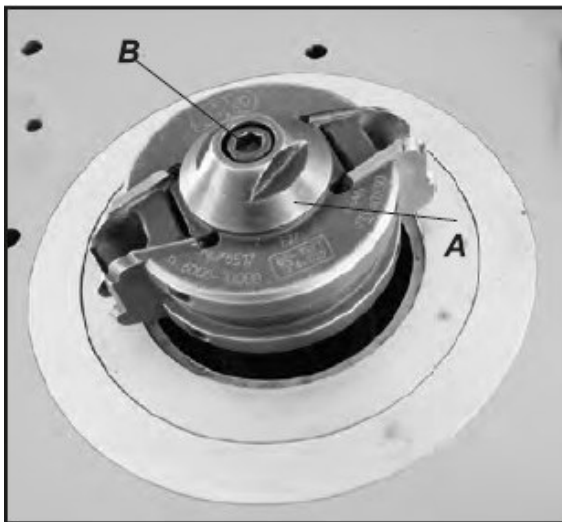

Abb.5-17: Wechseln des Fräswerkzeugs
Schritt 2: Die Hutmutter (Pos. A, Abb. 5-17) der Formspindel mit einem 22-mm-Maulschlüssel sichern.
Schritt 3: Entfernen Sie die Inbusschraube (Pos. B, Abb. 5-17) mit einem 8-mm-Inbusschlüssel.